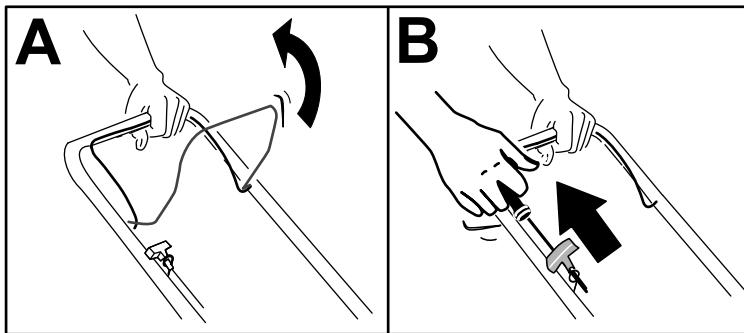

Figura 16
2. Tire de la barra de control de la cuchilla hacia el manillar superior, y sujetela en esa posición (Figura 16, A).
3. Tire suavemente del arrancador de retroceso hasta que note resistencia, luego tire con fuerza y deje que vuelva a la guía de cuerda del manillar (Figura 16, B).